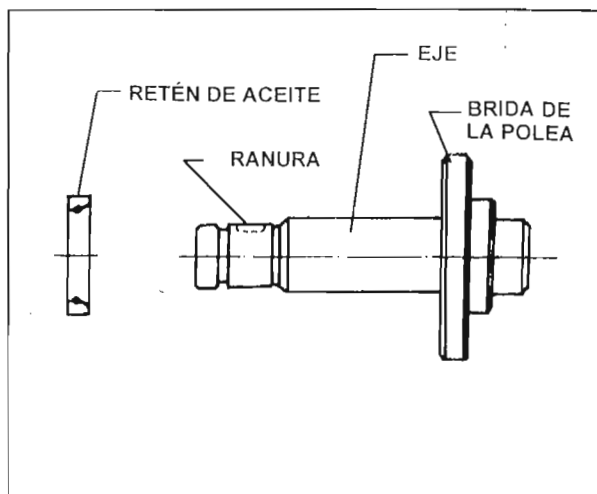

Fig. 65.
- Tape el eje en la parte con la ranura con cinta de teflon y deslice el retén de aceite encima de la brida de la polea. Fig. 65 y 66.